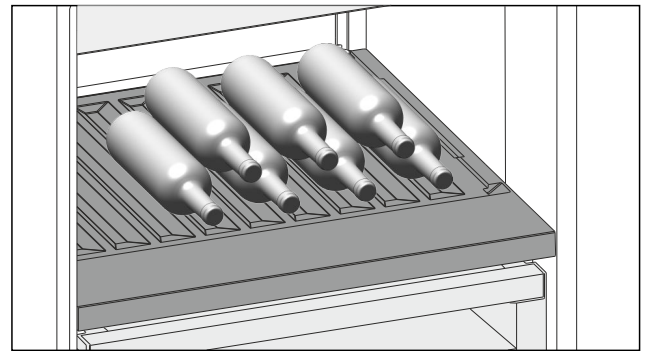

Fig. 177 Beispielhafte Darstellung
- ▶ Flaschen mit dem Boden nach hinten zur Rückwand einlegen. (siehe Fig. 177)